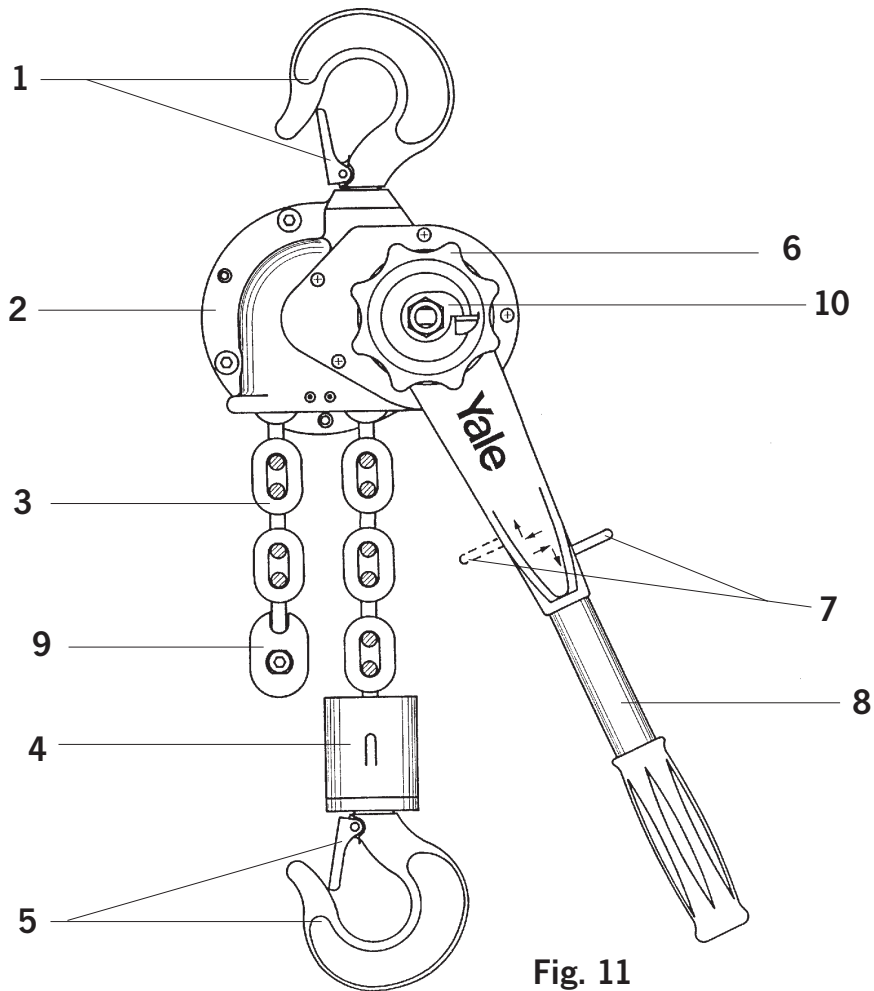

Fig. 11
- Non utilizzare i ferma catena come normali fine corsa (Fig. 11);
Il ferma catena deve essere collegato all'estremità libera della catena (Fig. 11).
Ruotare la leva di selezione del movimento (Fig. 11) in posizione neutra (posizione centrale). La catena può ora essere tirata in entrambe le direzioni così da portare il gancio di sollevamento alla posizione desiderata con estrema facilità.
Ruotare la leva di selezione del movimento in posizione sollevamento, \uparrow (Fig. 11).
Ruotare la leva di selezione del movimento in posizione discesa, \downarrow (Fig. 11). Azionare la leva a mano pompando verso il basso.